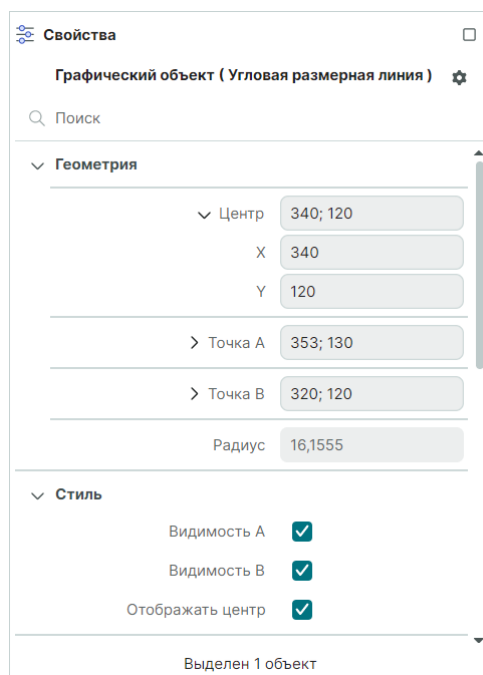

Рис. 271 Свойства угловой размерной линии
2. Раздел «Стиль» включает настройки видимости выносных линий и центра с помощью установки флагов в чек-боксы, см. Рис. 271.